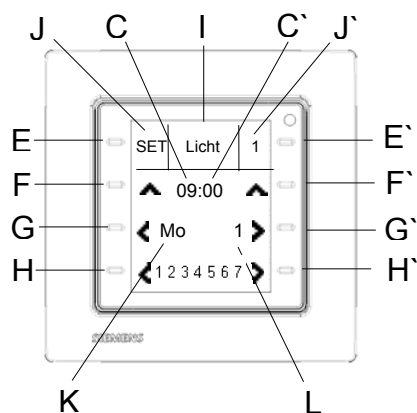

Bild: 36
Durch gleichzeitiges Drücken der Tasten (F) und (F[˘]), für mindestens 5 Sekunden, gelangt man in die Einstellung des Wochenzeitschaltprogramms (siehe Bild 36) für die Funktion Schalten Licht.